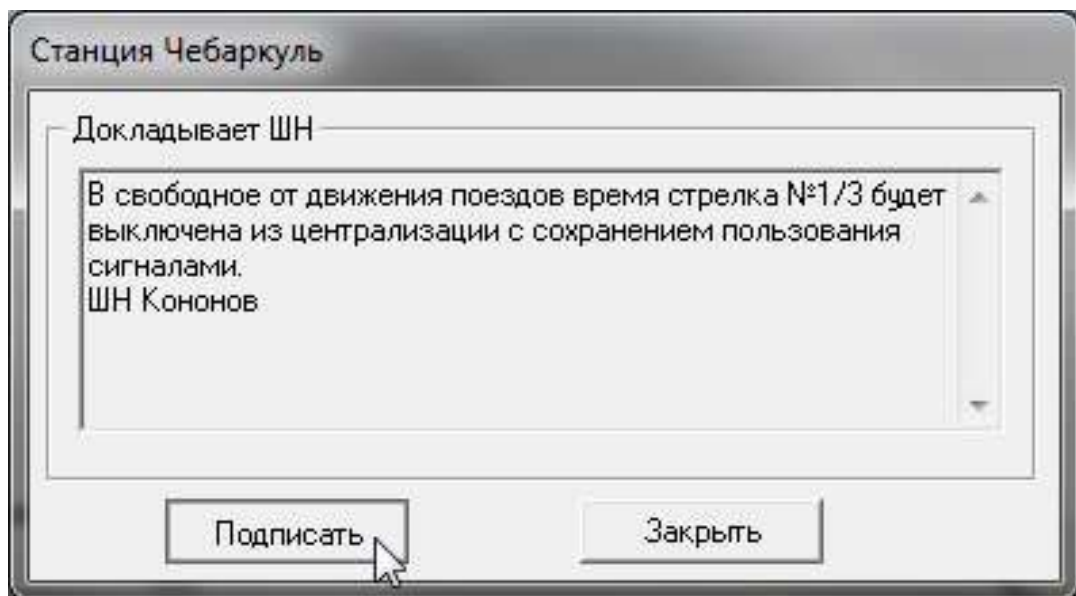

Рис. 32. Доклад ШН о выключении стрелки из централизации с сохранением пользования сигналами.
2. В появившемся окне «Докладывает ШН» нажать кнопку «Подписать». В таком случае стрелка немедленно будет выключена из централизации и потеряет контроль положения (рис. 32).
3. Если до выключения стрелки из централизации необходимо пропустить поезда, то в окне «Докладывает ШН» (рис. 32) нужно нажать кнопку «Закреть». В таком случае стрелка не будет выключена из централизации. Выключение произойдет только после повторного вызова окна выключения из централизации и нажатия кнопки «Подписать».